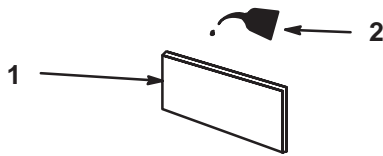

Bild 36
- Tränken Sie den Einsatz mit frischem Motoröl. (Bild 36). Drücken Sie den Einsatz, um überflüssiges Öl zu entfernen.